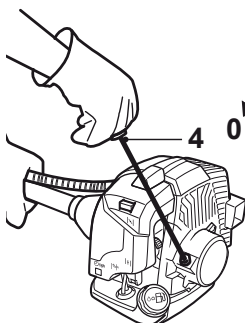

Fig. 19
- > Immobilisez l'appareil et tirez sur la poignée du lanceur à rappel [4] 4/5 fois; la machine ne devrait pas encore démarrer (Fig. 19).
- > Immobilisez l'appareil et tirez d'un coup sec sur la poignée du lanceur à rappel [4] jusqu'à ce que le moteur démarre (Fig. 19).
- > Immobilisez l'appareil et tirez d'un coup sec sur la poignée du lanceur à rappel [4]; recommencez jusqu'à ce que le moteur démarre (Fig. 19).